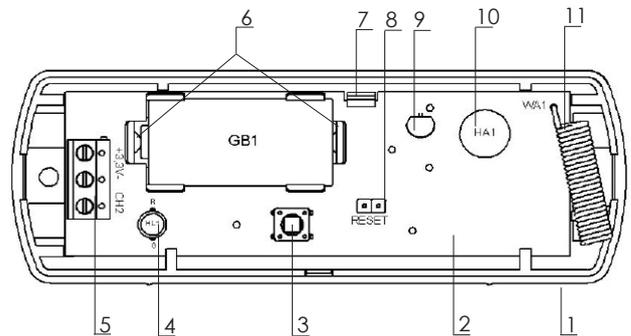

Рисунок 1 – Конструкция «Ri-TD-2», вид со снятой крышкой
Для установки датчика следует снять крышку и извлечь печатную плату. Крышка фиксируется на основании защелками. Для извлечения печатной платы следует отжать защелку (7) (см. рисунок 1) в основании корпуса.